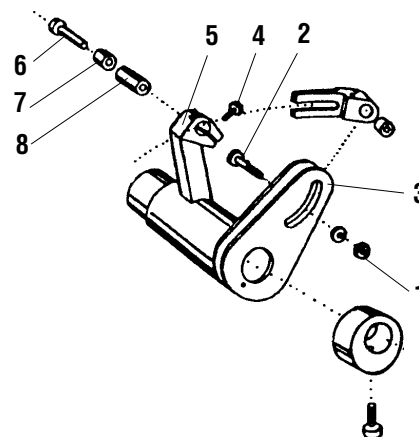

Abb. 18
20. Austausch de Profilkurve (Abb.18)